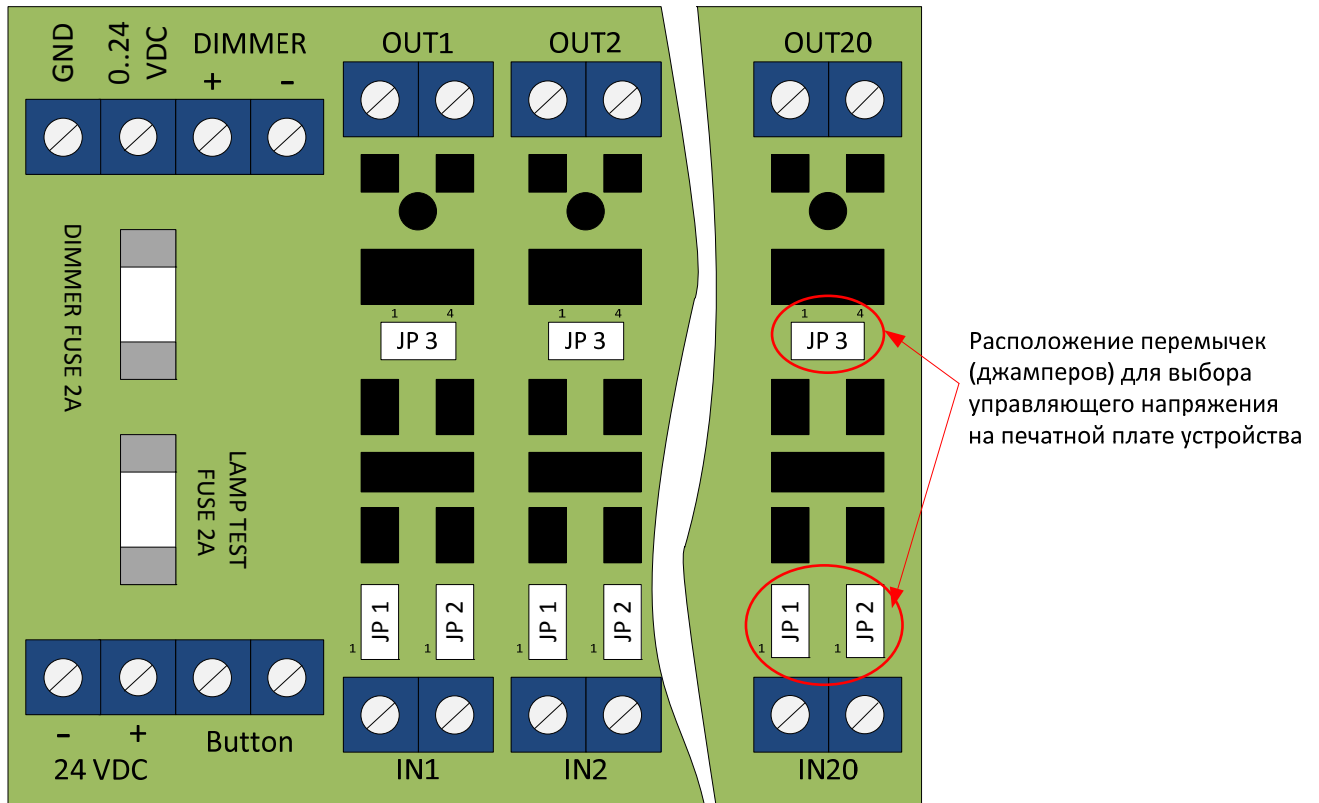

Рисунок 2. Общий вид печатной платы
Включение устройства происходит сразу же после подачи питания на клеммы «24 VDC» в нижней части печатной платы устройства (смотрите Рисунок 2).
Питание ламп, индицирующих состояние каналов, осуществляется либо от группы клемм «GND 0..24 VDC», либо от группы «DIMMER», расположенных в верхней части печатной платы устройства (смотрите Рисунок 2).
Расположение джамперов на печатной плате устройства вы можете увидеть на рисунке ниже (Рисунок 2):
4. Подключите источник питания 24 VDC к группе клемм устройства «24 VDC» (смотрите Рисунок 2).
5. Подключите внешний кнопочный переключатель к группе клемм «Button» (смотрите Рисунок 2).
6. Подключите регулятор напряжения постоянного тока – диммер (например, DM-107) к группе клемм «DIMMER» или источник питания с регулируемым напряжением от 0 до 24В постоянного тока к группе клемм «GND 0..24 VDC» (смотрите Рисунок 2).
7. Подключите контрольные каналы к клеммам от «IN1» до «IN20» (или «IN10») (смотрите Рисунок 2).
9. Подключите индикаторы состояния каналов – лампы к выходным клеммам от «OUT1» до «OUT20» (или «OUT10») (смотрите Рисунок 2).